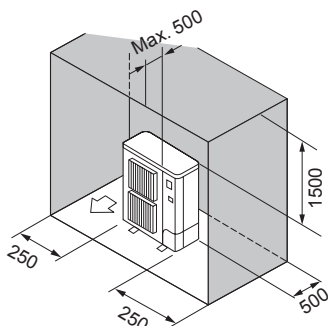

Fig. 2-11
- ⑥ Prekážky len zozadu, zo strán a zhora (Fig. 2-11)